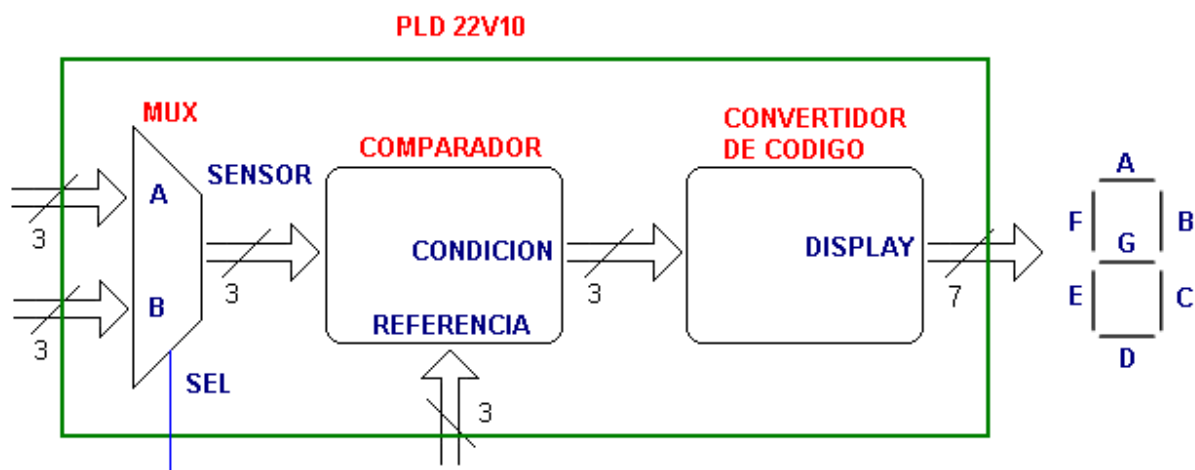

Ilustración 1 Diagrama a bloques del diseño a realizar
- 1.- Realizar un programa en HDL que permita implementar el diseño de la ilustración 1.
En la ilustración 1 se muestra el diseño completo del cuadro de alarmas donde interviene un circuito multiplexor, un comparador y un decodificador. El multiplexor funciona de acuerdo a la tabla 1.